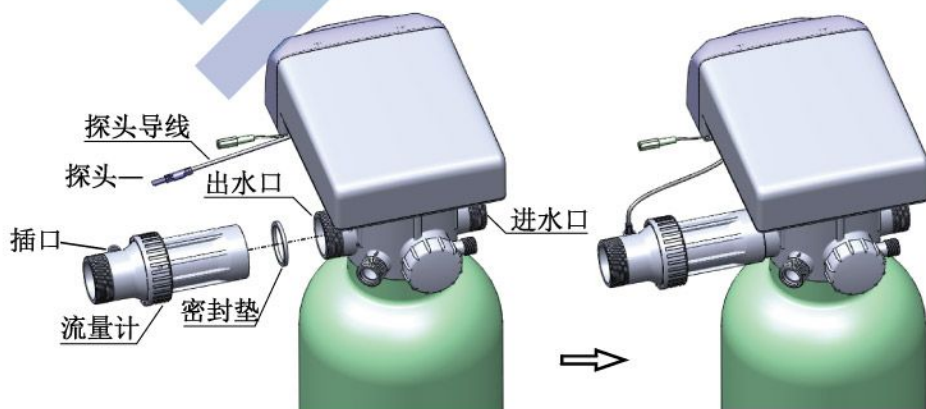

图8
8、把密封垫放入流量计的连接件内，旋入控制阀的出水口，将传感器探头插入流量计插口。（图8）